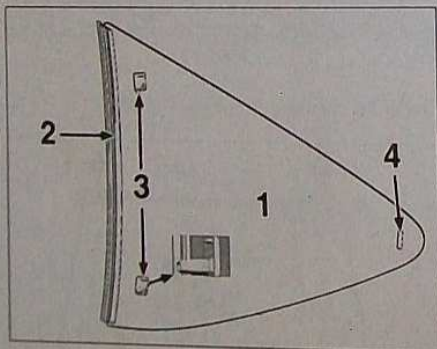

FIG. 79b
Si le joint (2), les pions d'indexages avant (3) ou la sérigraphie de la glace sont endommagés lors de la dépose, remplacer la glace (1) et la cale d'épaisseur (4) (Fig. 79b).